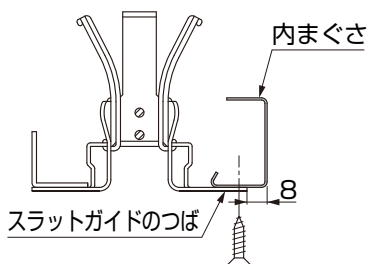

図2-1 内まぐさの取付け
④ 内まぐさをブラケットのスラットガイドのつばに乗せ、【8-7】で取付けてください。(図2-1 参照)